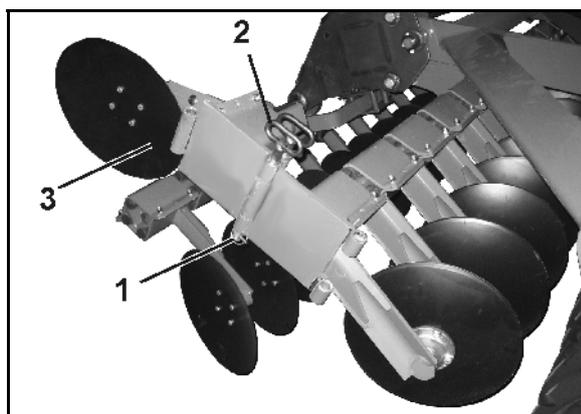

Fig. 50
- 2.1 Klappstecker (Fig. 50/1) lösen.
- 2.2 Absteckbolzen (Fig. 50/2) herausziehen.
- 2.3 Randscheibe (Fig. 50/3) einschwenken und in dieser Position mit dem Bolzen abstecken.